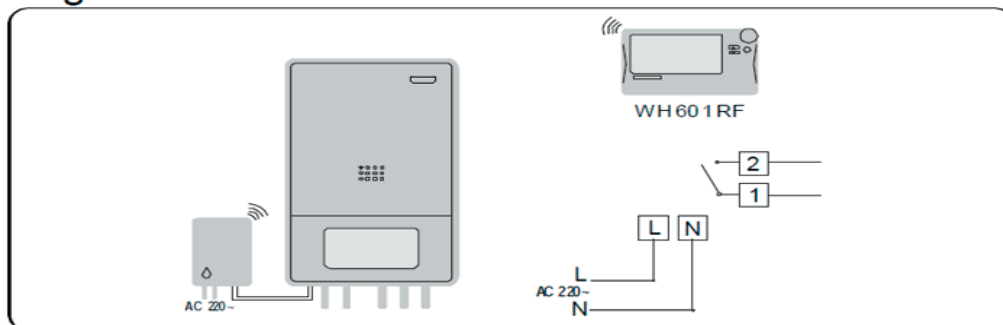

fig.5: WH601 WW model
1. Pentru a controla centrala din fig. 4, fig. 5.